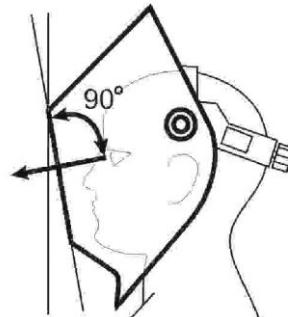

Рис.2
3. Регулировка наклона маски (Рис.2): отрегулируйте затяжку винтов, чтобы маска не падала. Та же, убедитесь, что она может свободно опускаться.